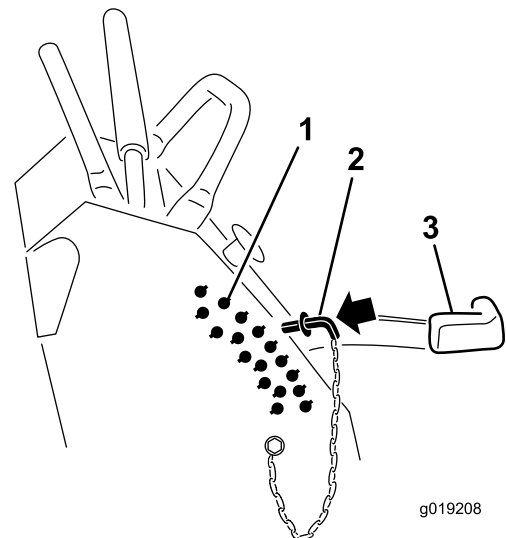

Figure 28
2. Placez la goupille dans le trou du support correspondant à la hauteur de coupe voulue (Figure 28).
3. Abaissez la commande de hauteur de coupe jusqu'à la goupille (Figure 28).